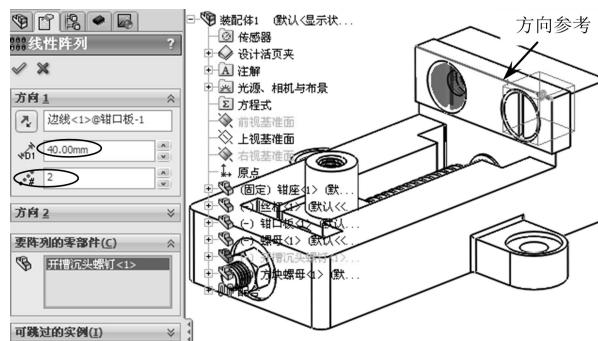

图 7-59 线性阵列开槽沉头螺钉
- 10 使用【线性阵列】工具，阵列开槽沉头螺钉，如图 7-59 所示。